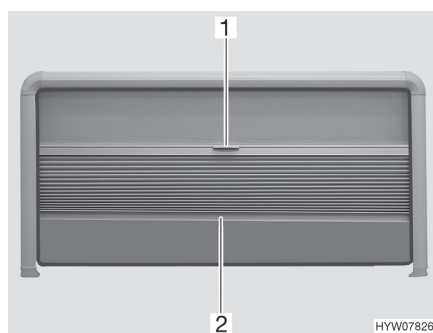

Fig. 13 Dispositif occultant plissé et moustiquaire (fenêtre projetante)
- Saisir la tige de fermeture (Fig. 13,2) du dispositif occultant plissé par le milieu et tirer avec précaution vers le bas.
- Maintenir la tige de fermeture (Fig. 13,2) du dispositif occultant plissé par le milieu et pousser ce dernier avec précaution vers le haut.
- Tirer la moustiquaire vers le bas en la maintenant par la poignée (Fig. 13,1).
- Pousser la moustiquaire à fond vers le haut en la maintenant par la poignée (Fig. 13,1).